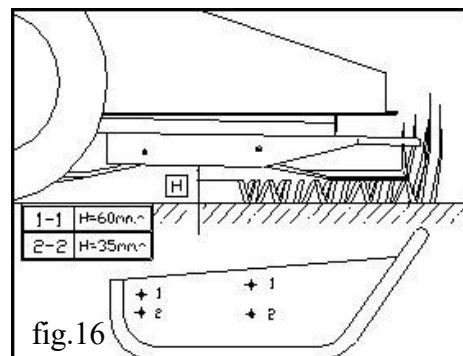

fig.16
Permite el corte de hierba densa y maleza, triturando la vegetación dejada en el suelo. Dispone de una zapata de apoyo que permite regular la altura de corte en dos posiciones (fig. 16). Ancho de corte 53 cm.
- 11) **Regulación de la altura de corte**: después de leer atentamente las instrucciones indicadas en el manual de la máquina, se puede regular la altura de corte actuando sobre los agujeros laterales de la zapata, eligiendo la altura de la posición de la cuchilla y fijando todo con los cuatro tornillos (fig. 16).